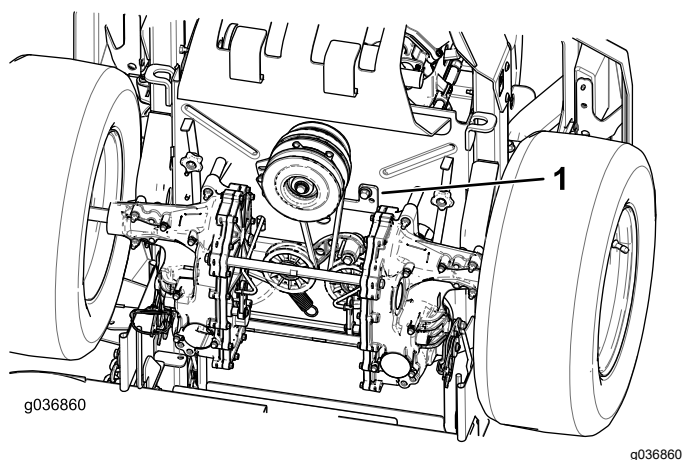

Figure 63
5. Déposez butée d'embrayage (Figure 63).
9. Reposez butée d'embrayage (Figure 63).